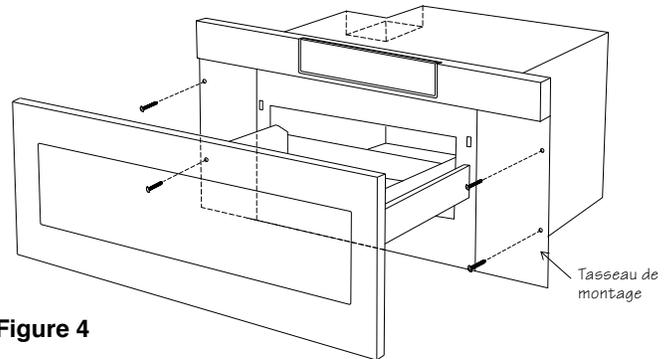

Figure 4
6. Ouvrir le tiroir. En utilisant les 4 trous sur le tiroir comme gabarit, pré-percer l'armoire avec une mèche de 1/16 po (1,57 mm). Voir Figure 4.